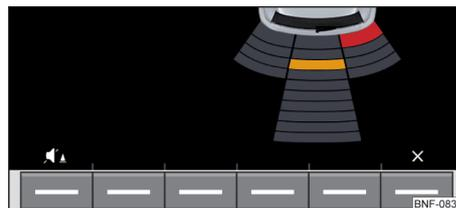

Fig. 126 Teclas de función y vista de la pantalla
**Teclas de función y vista de la pantalla » fig. 126**